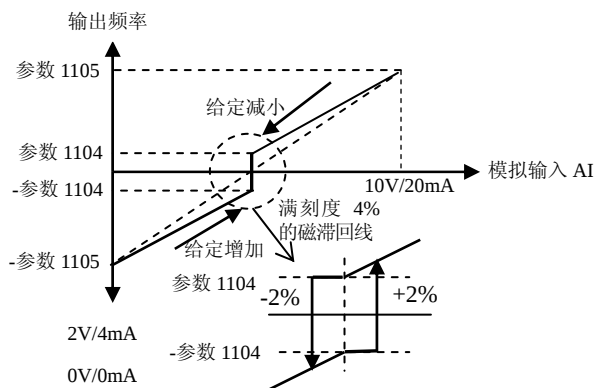

图 9-2 操纵杆控制示意图
- 所谓操纵杆的含义如下：正向时，最大的输入信号使变频器以最大给定运行；反向时，最小的输入信号却使变频器以最大的给定运行。见图 9-2。